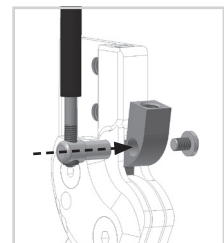

Abb. 4
- 1 Befestigen Sie die Gewindemuffe (3) am Kabelzug.
- 2 Schieben Sie den Kabelzug von unten durch den Kabelzughalter (2). Die Gewindemuffe (3) sollte unten bündig abschließen und nicht mehr zu sehen sein.
- 3 Stecken Sie den Kabelzughalter (2) in die Bohrung an der Sperrklinke (Abb. 4).
- 4 Befestigen Sie den Kabelzughalter (2) mit der Linsenschraube (1). Sichern Sie dabei die Linsenschraube mit LOCTITE® 243 mittelfest.